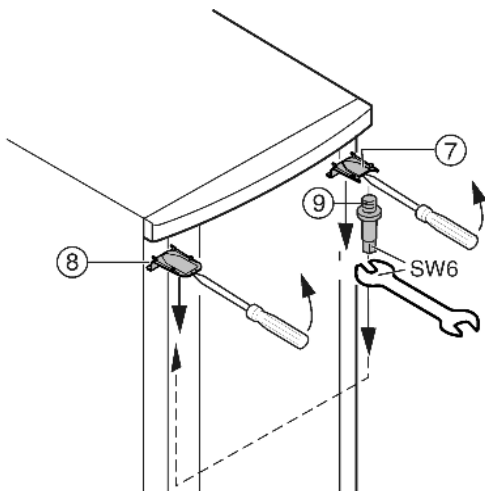

Fig. 8
- ▶ Liberare la copertura Fig. 8 (7) in alto e la copertura Fig. 8 (8) con un cacciavite anteriormente e rimuovere inclinando verso il basso.
- ▶ Svitare il perno di supporto Fig. 8 (9) e avvitare fermamente sul lato opposto **a 4 Nm**.
- ▶ Montare di nuovo la copertura Fig. 8 (7) sul lato del perno di supporto: inserire dietro, inserire a scatto sul lato anteriore.
- ▶ Montare la copertura Fig. 8 (8) sul lato opposto: inserire dietro, inserire a scatto sul lato anteriore.
- ▶ Agganciare la porta in alto nei perni di supporto Fig. 8 (9).